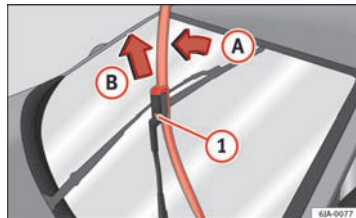

Fig. 67 Forrudeviskerblade
- Klap viskerarmen væk fra ruden, hvorved viskerbladet skal bevæges let i viskerarmens retning – pil A ⇒ Fig. 67.
- Løsn låseanordningen ① med den anden hånd, og tag viskerbladet af i pilens retning B.